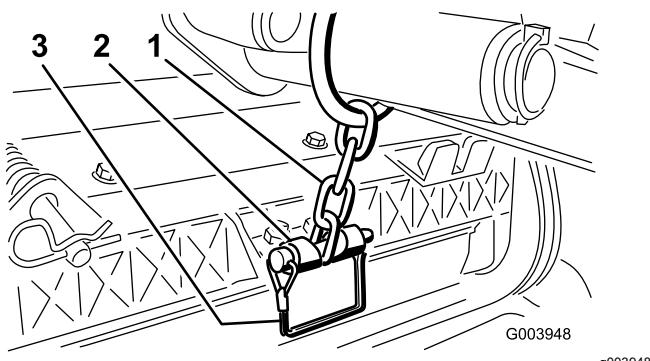

图 19
13. 使用锁扣销将提升臂链条固定到链条架 图 19。使用滚刀组操作员手册所述的链条节数。